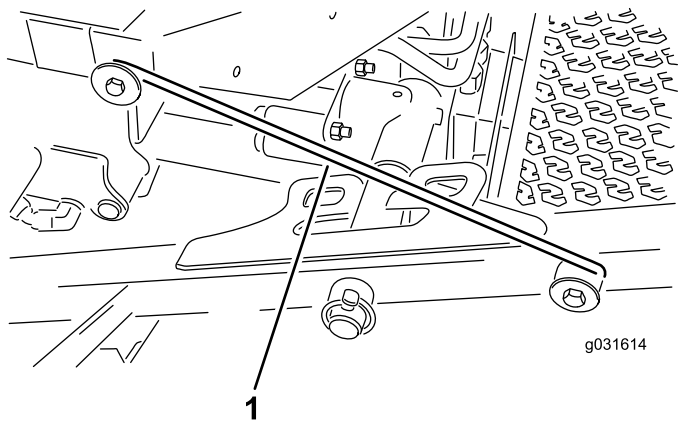

Figure 32
4. Dégagez la barre de verrouillage de son point d'accrochage sur le bâti porteur avant (**Figure 32**).
5. Soulevez l'extérieur des unités de coupe avant et placez le verrou sur la goupille du cadre à l'avant de la plate-forme de l'utilisateur (**Figure 32**).